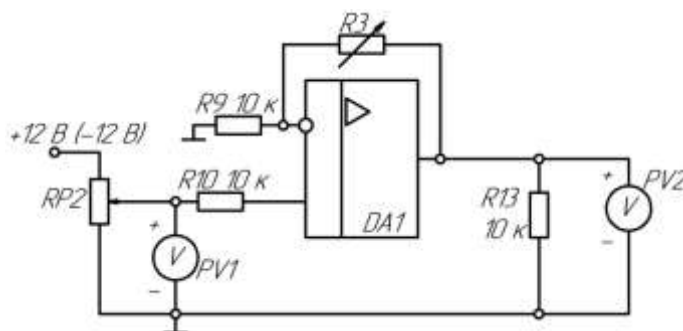

Рис.22
- 3) Собрать схему согласно рис. 22. Установить заданное значение $R_{P3}=20\text{K}$